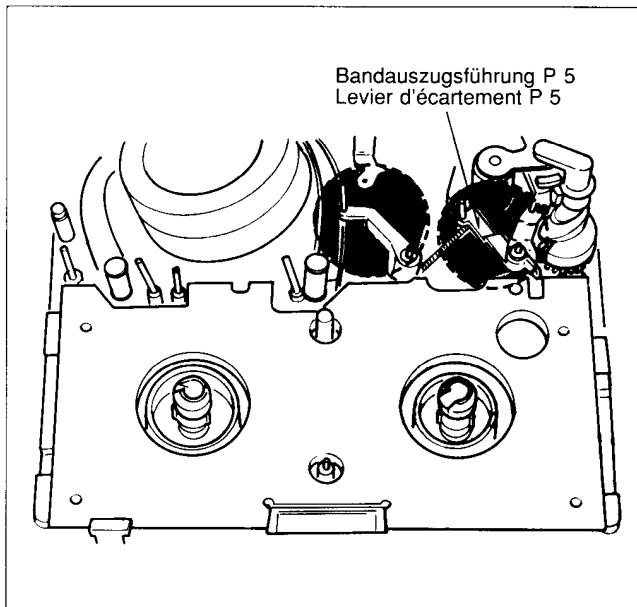

Fig. 43
3. Die große Riemenscheibe im Uhrzeigersinn (Laderichtung) drehen, bis der mechanische Zustand wie in Fig. 43 gezeigt, erreicht ist.
3. Tourner la poulie centrale dans le sens des aiguilles d'une montre (sens de chargement) jusqu'à ce que la position mécanique représentée sur la Fig. 43 soit atteinte.